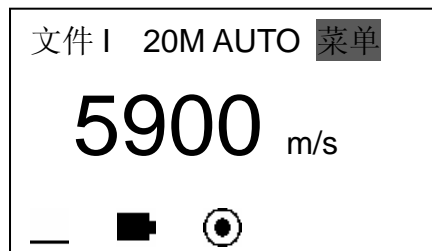

图 19
- a. 按 **MODE** 键移动光标至菜单，如图 19：
- a. 按 **MODE** 键移动光标至菜单，如图 19。
- 按 **MODE** 键移动光标至菜单，如图 19。
a. 按 **MODE** 键移动光标至 **菜单**，如图 19。